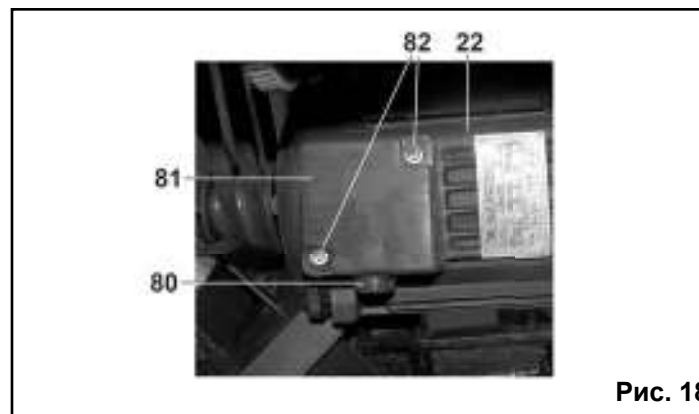

Рис. 18
8.3. Подключение электродвигателя (Рис.18 - 19)